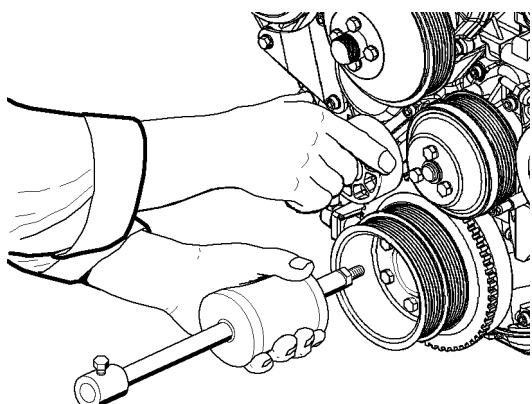

Рис. 4.31. Снятие шкива коленчатого вала
- отверните храповик 17 и снимите шкив 14 коленчатого вала в сборе со ступицей при помощи приспособления, как показано на рис. 4.31;